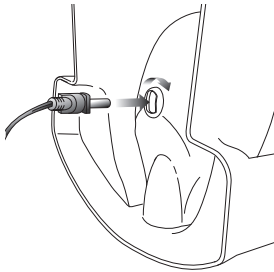

Fig. 5
- 1 Insert the charge adapter plug through the hole in the underside of the charging base / wall mounting bracket . **(fig. 5)**
- 2 Turn the charge adapter plug one quarter turn to secure it into place. **(fig. 5)**
- 1 Insérez la prise de l'adaptateur de charge dans l'orifice de la face inférieure du socle de chargement / support de montage mural. **(fig. 5)**
- 2 Tournez la prise de l'adaptateur de charge d'un quart de tour pour le fixer en place. **(fig. 5)**
- 1 Inserte el enchufe de carga a través del orificio de la parte de debajo de la base/soporte de pared del cargador. **(fig. 5)**
- 2 Haga girar el enchufe del cargador un cuarto de vuelta para asegurarlo en su lugar. **(fig. 5)**